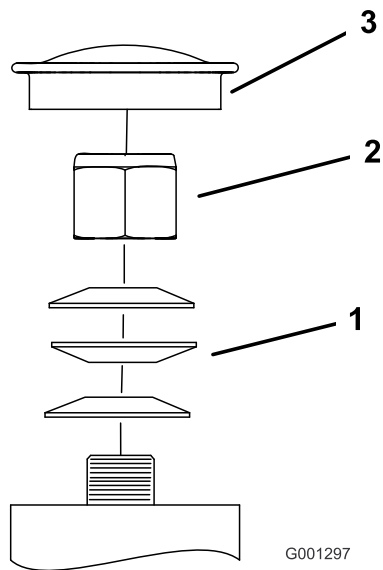

Figure 46
- Retirez le capuchon anti-poussière de la roue pivotante et serrez le contre-écrou (Figure 46).
- Continuez de le serrer jusqu'à ce que les rondelles élastiques soient aplaties, puis desserrez-le de 1/4 de tour pour obtenir la précharge correcte des roulements (Figure 46).
Important: Veillez à placer les rondelles comme illustré (Figure 46).
- Remettez le capuchon anti-poussière en place (Figure 46).